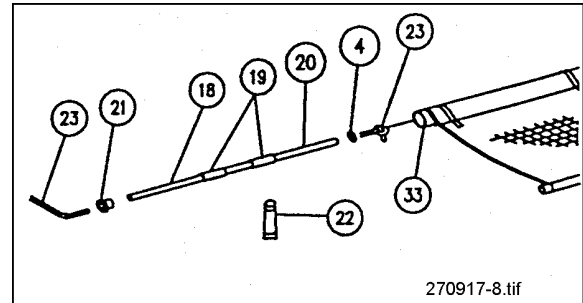

Abb. 9: Montage Walzrolle
9. PVC-Rohre (18, 19) und Verbindungsstück (20) mit Kunststoffkleber (22) zusammenkleben (s. Abb. 9)
10. Das auf einer Seite geknotete Gummiband (23) durch die Scheibe (4), das PVC-Rohr (18-19) und die Dichtung (21) ziehen. Anschließend die komplette Einheit in die Walze einfügen und einpassen. (s. Abb. 9)